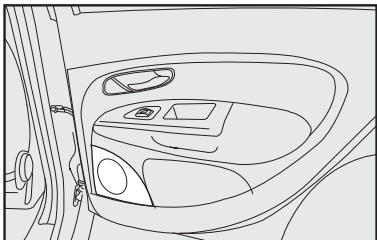

fig. 106
- Altoparlantes traseros **fig. 106**.